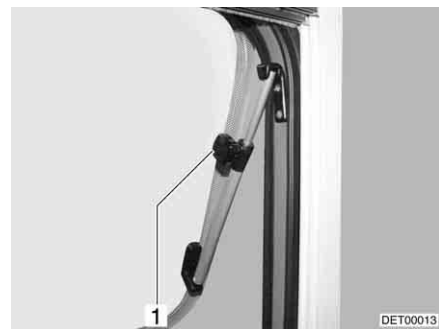

Fig. 97 Claraboya con soportes giratorios, abierta
- Abrir la claraboya hasta la posición deseada y fijarla con el botón moleteado (Fig. 97,1).
- Girar el botón moleteado (Fig. 97,1) hasta que se libere el bloqueo.